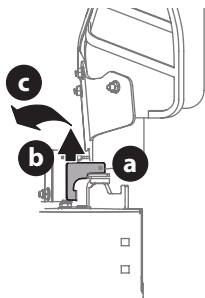

Figura 14
1. El canal se envía adjunto y con un soporte que lo mantiene en posición vertical. El soporte debe retirarse antes de operar el tractor (Figura 14).
2. Sosteniendo el deflector del canal completamente hacia arriba, retire el soporte (Figura 14):